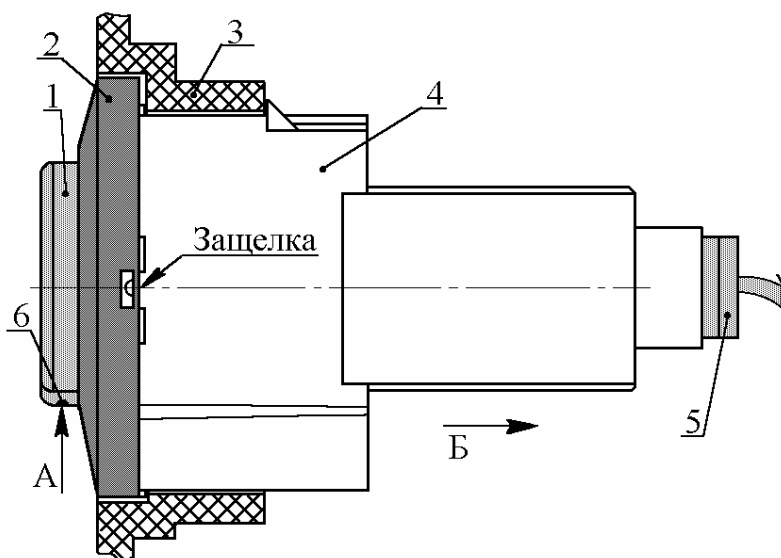

Рис. 49. Центральный переключатель света:
13.2.1. Снять рукоятку 1 (рис.49) центрального переключателя света, нажав по стрелке А на стопор 6 в торце рукоятки (отвертка ГОСТ 17199-88).